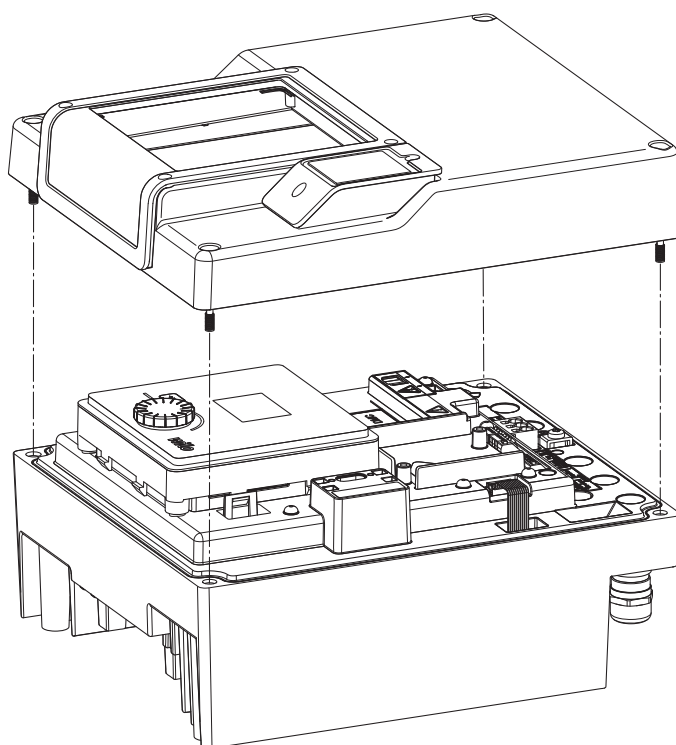

Fig. 45: Открытие крышки электронного модуля
- Открыть крышку электронного модуля. (Fig. 45).